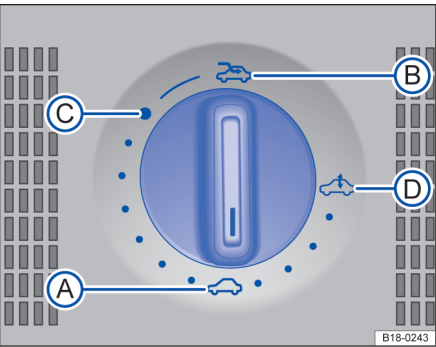

图 45 在顶篷中：天窗的旋转开关。
将转动开关⇒图 45 转到所需的位置，以调至天窗的以下位置：
- 将转动开关在前部位置⇒图 45Ⓐ处按住，直到天窗完全关闭为止。